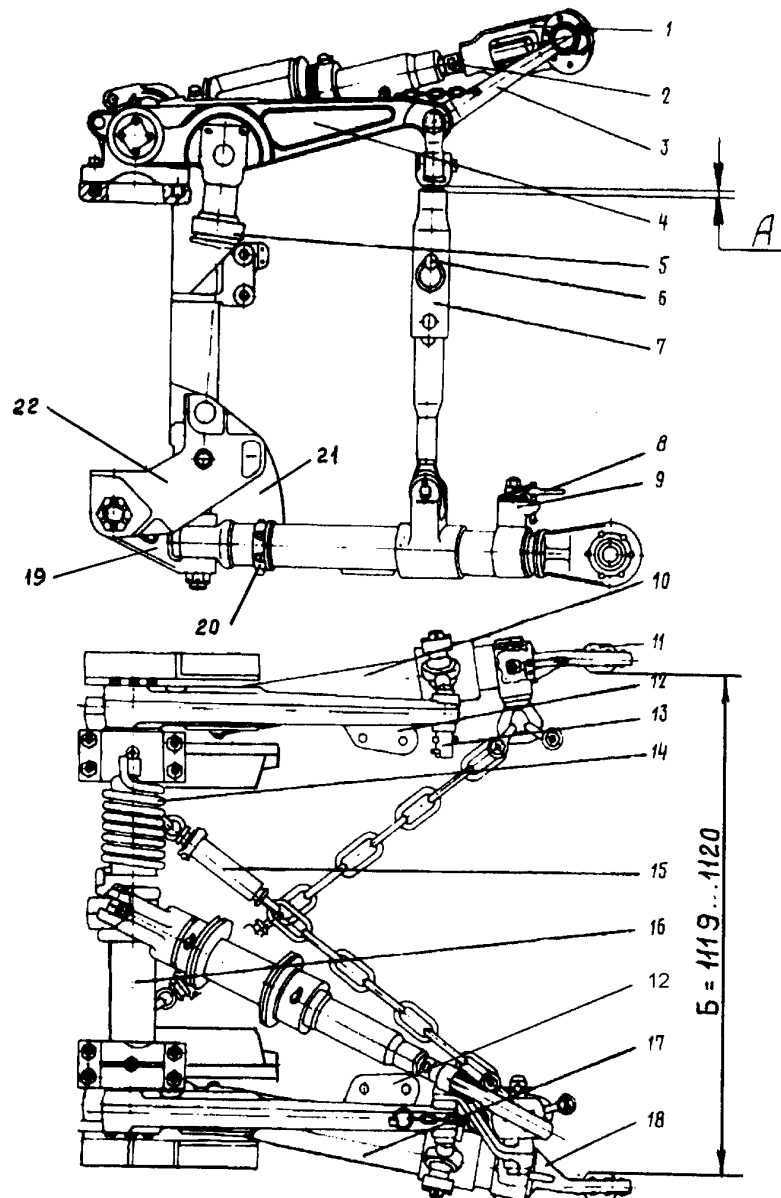

Рис. 26. Навесное устройство
- а) установите сельскохозяйственную машину или орудие в рабочее положение на ровной площадке и подъезжайте плавно задним ходом так, чтобы задние шарниры 11 (рис. 26) выдвигных тяг 18 подошли к пальцам на раме сельскохозяйственных машин;
Гидрофицированный крюк обеспечивает соединение трактора с транспортными и транспортно-технологическими средствами. Соединение посредством гидрокрюка, установленного на площадках 12 (см. рис. 26) навесного устройства, производится следующим образом:
Прицепная скоба устанавливается в шарниры 11 (см. рис. 26) нижних тяг 10, 17 навесного устройства и крепится чеками. При этом длина вертикальных раскосов должна быть отрегулирована таким образом, чтобы пальцы, соединяющие наружную и внутреннюю трубы, проходили через нижнее отверстие наружной трубы и верхнее отверстие внутренней трубы. Она устанавливается на высоте 400—500 мм от поверхности грунта до нижней плоскости зева скобы.
Для уменьшения нагрева гидросистемы трактора при работе с посевными комплексами, оборудованными гидромотором привода вентилятора, подключение гидромотора следует производить к позиции "Опускание" золотника секции с регулятором (рис. 26а). Данный выход имеет меньшее сопротивление в виду отсутствия обратного клапана.
Рис. 26а. Табличка на задней стенке топливного бака
цы вертикальных раскосов навесного устройства необходимо устанавливать так, чтобы они проходили через нижние отверстия наружных и продольные прорезы внутренних труб вертикальных раскосов (разомкнутый раскос). При этом размер А (рис. 26) вверху и внизу должен быть не более 60 мм.